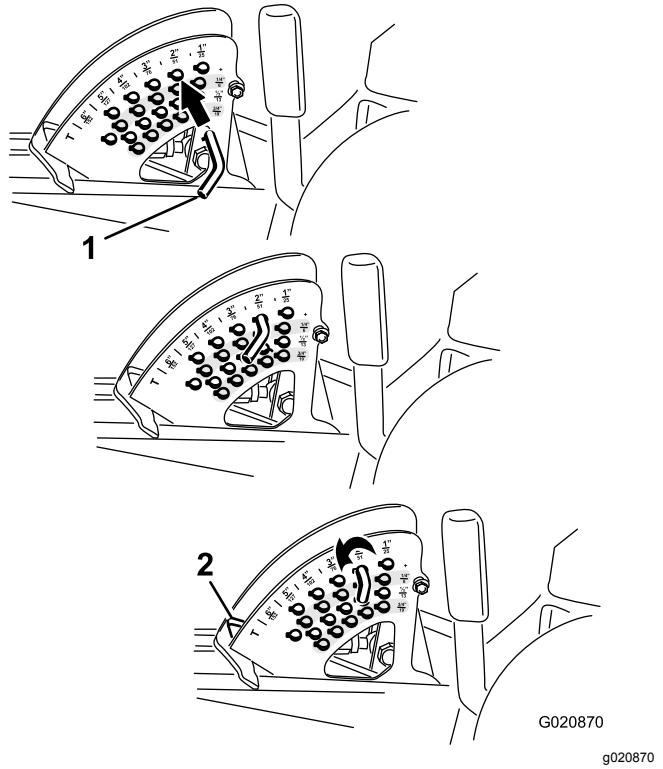

Figura 43
2. Para ajustar a altura de corte, rode o pino de bloqueio até que o pino do mesmo fique alinhado com as ranhuras nos orifícios no suporte da altura de corte e remova-o (Figura 43).
3. Selecione um orifício, no suporte da altura de corte, que corresponda a altura de corte desejada, insira o pino e rode-o para o bloquear no lugar (Figura 43).
Nota: Existem quatro filas de posições de orifícios (Figura 43). A fila de cima dá-lhe a altura de corte indicada por cima do pino. A segunda fila dá-lhe a altura de corte indicada mais 6 mm. A terceira fila dá-lhe a altura de corte indicada mais 13 mm. A fila de baixo dá-lhe a altura de corte indicada mais 19 mm. Para a posição de 15,8 cm só existe um orifício, colocado na segunda fila. Isto não acrescenta 6 mm à posição de 15,8 cm.